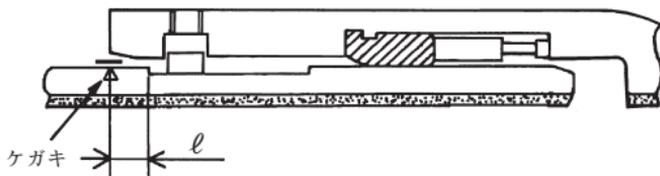

図78 挿入位置
- (1) 管頂部の挿し口溝端より  $l$  の位置 (図78および表 8 参照) にチョークでケガキ線を入れる。
- (2) 挿し口を受口に押し込みけがき線と受口端面が一致する位置まで挿入する。